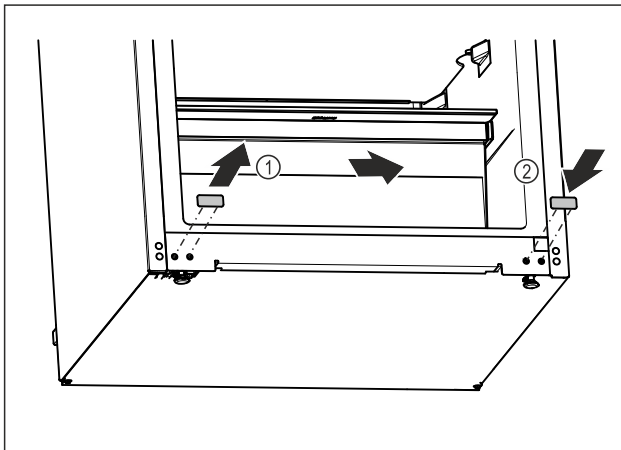

Fig. 16
- ▶ Tõmmake kattedkorgid välja. Fig. 16 (1)
- ▶ Pange kattedkorgid vastasküljel sisse. Fig. 16 (2)